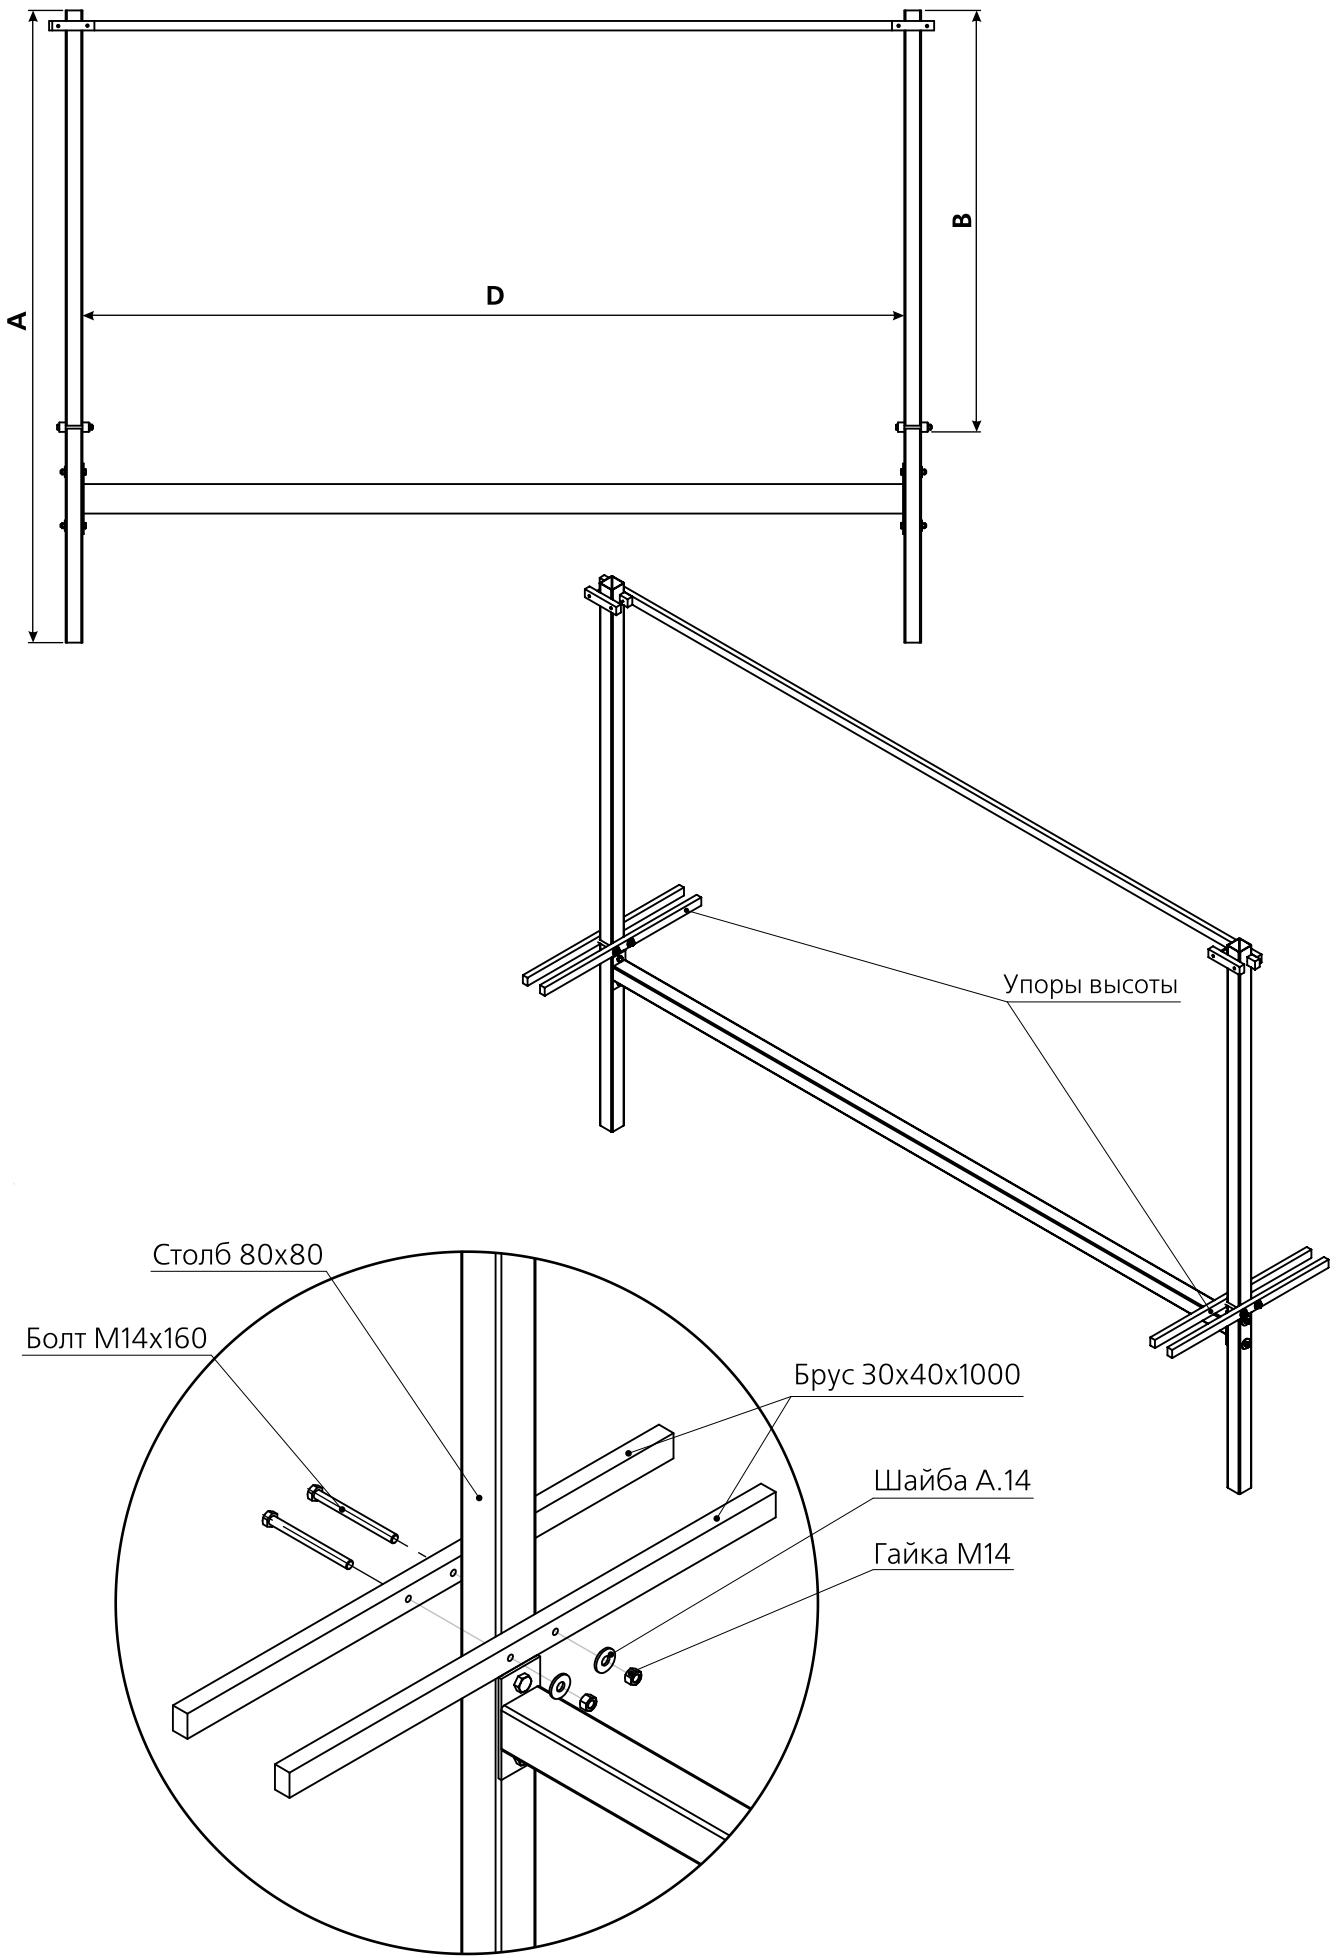

Рис. 2 Схема монтажа упоров высоты
- 1.2** Закрепить на столбах упоры высоты на расстоянии В (Рис.2).